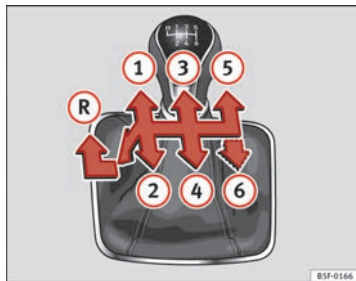

Fig. 121 Esquema de un cambio manual de 5 marchas o bien de 6 marchas.
En la palanca de cambios están representadas las posiciones de cada una de las marchas ⇒ fig. 121.
- Mueva la palanca de cambios completamente hacia la izquierda y después hacia delante para situarla en la posición de la marcha atrás ⇒ fig. 121 Ⓜ.